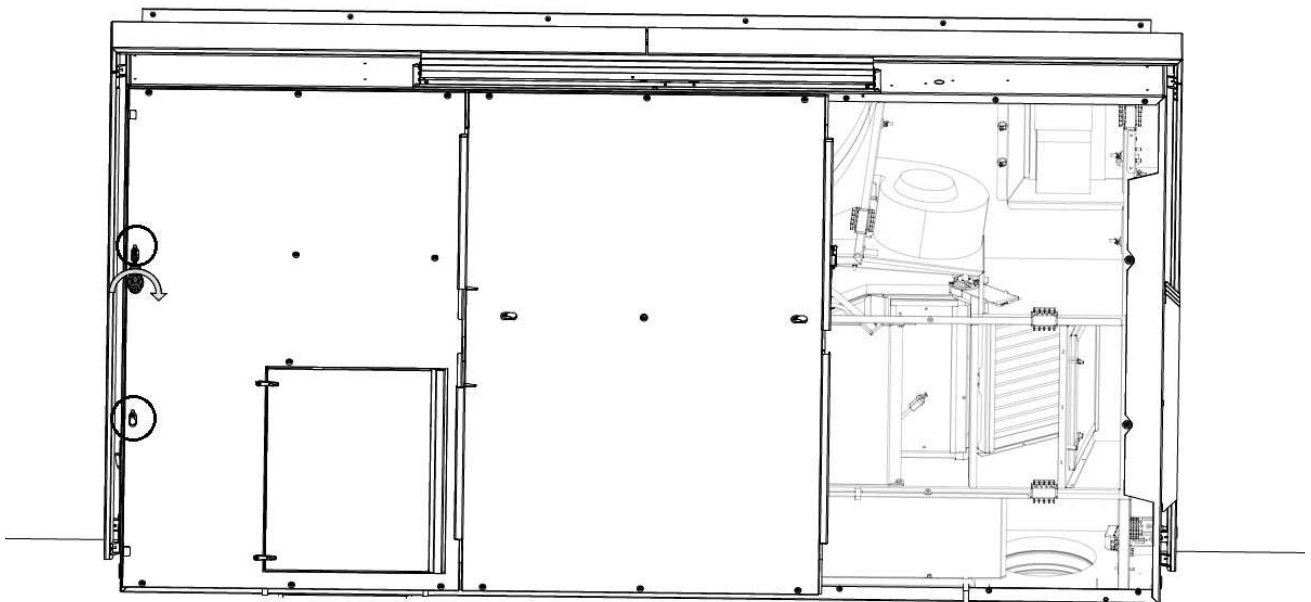

Abbildung 44: Anziehen der Schrauben
9. Ziehen Sie die Schrauben im Schlüsselloch an, siehe Abbildung 44.